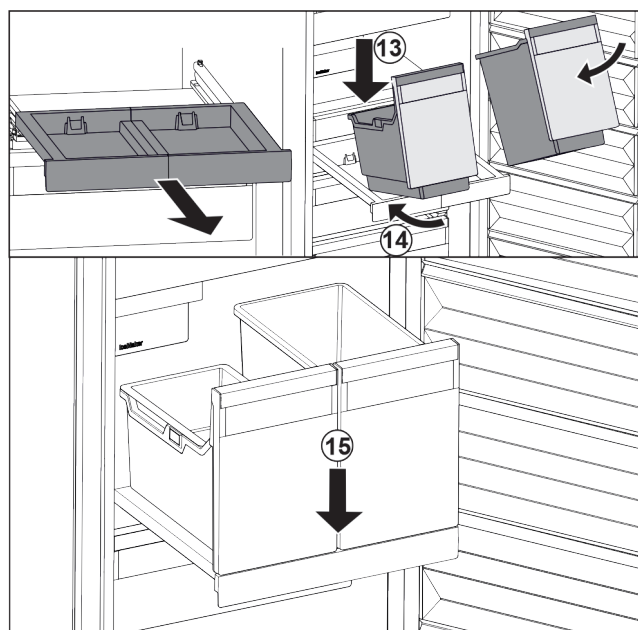

Fig. 129
- ▶ Sätt på behållaren i vinkel på utdragshyllan. Fig. 129 (13)
- ▶ Skjut in behållaren i vinkel så långt det går. Fig. 129 (14)
- ▶ Sätt ned behållaren framtill. Fig. 129 (15)